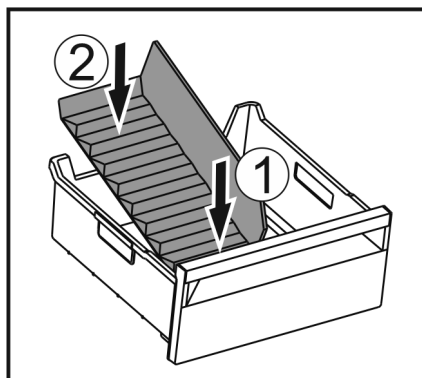

Fig. 139
- Sæt den forreste del af frostrumsadskilleren i. Fig. 139 (1)
- Sæt den bageste del af frostrumsadskilleren ned i skuffebunden. Fig. 139 (2)